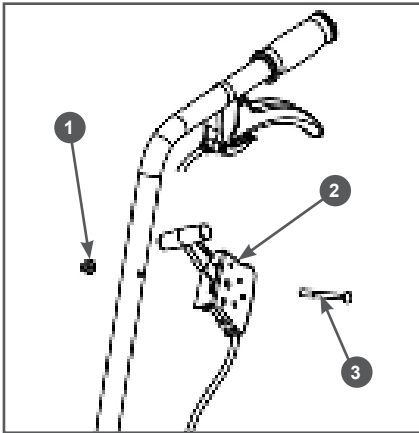

Рис. 8 Установка рычага газа
7. Установите на правую рабочую рукоятку рычаг 2 газа (Рис. 8). Для установки рычага газа выполните следующее: совместите отверстия в правой рабо-
чей рукоятке и корпусе рычага 2 газа, вставьте в отверстие болт 3 и закрутите гайку 1 до упора (Рис. 8).